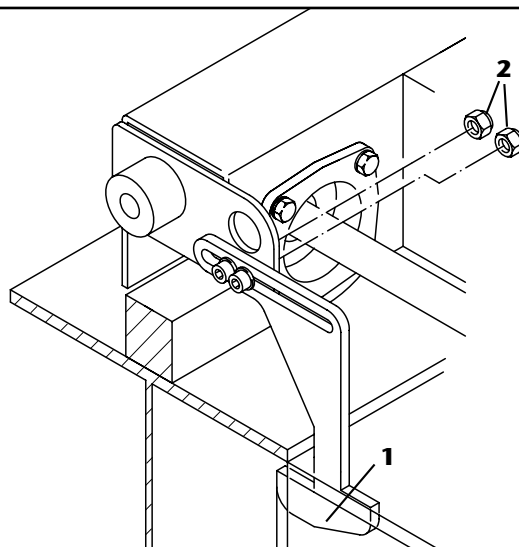

fig. 179
- Rimuovere i dispositivi antideragliamento -1- svitando i relativi dadi -2- (fig. 179).